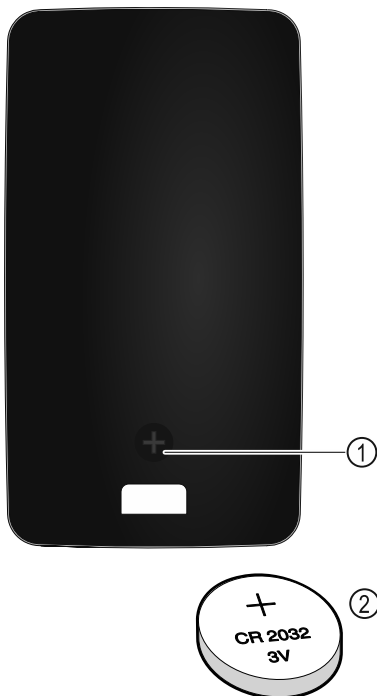

Fig. 260
Электропитание пульта дистанционного управления осуществляется через аккумуляторную батарею типа CR 2032 с 3В Fig. 260 (2), которую можно приобрести в специализированных магазинах.
- ▶ Выкрутите винт Fig. 260 (1) на обратной стороне пульта дистанционного управления.